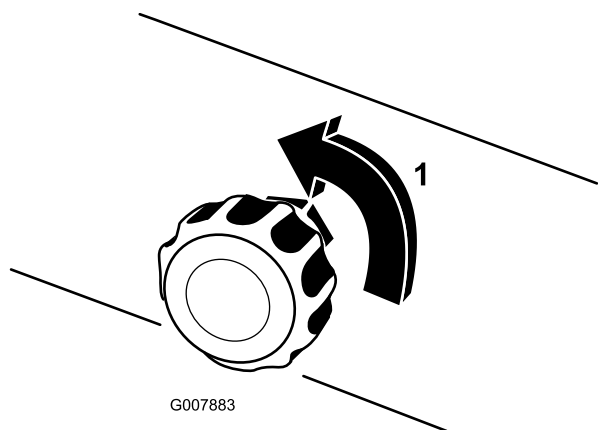

Рисунок 30
5. При первом использовании откройте клапан контроля пенообразования на 1/8–1/4 оборота (Рисунок 30).